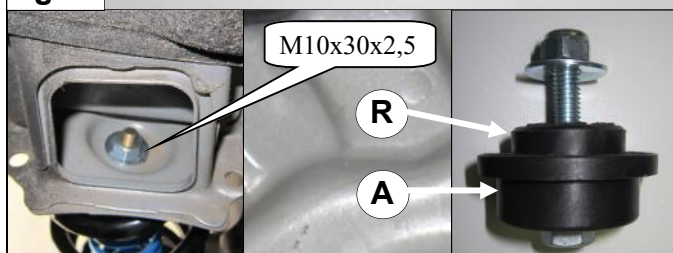

fig. 2
4. Monteer bovenschotel **A** en rubber **R** met bijgeleverd montage materiaal. Dikste carrosseriering komt aan de binnenzijde van de balk. Zorg dat schotel **A** goed gecentreerd zit. Draai de bout stevig aan. Zie fig. 2.